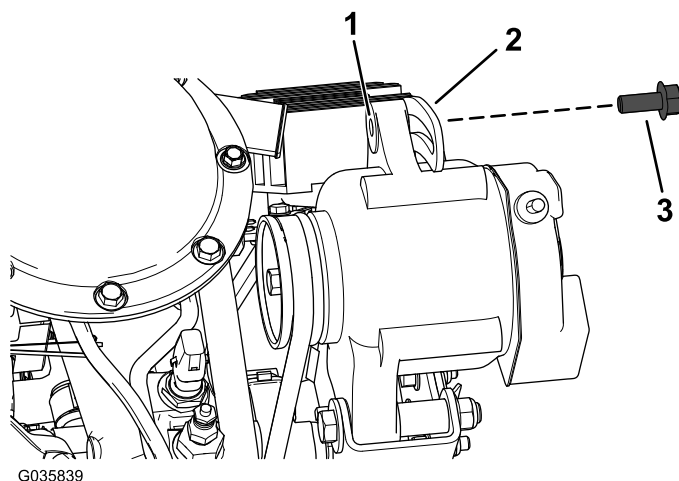

図 13
5. オルタネータブラケットのスロットとオルタネータの穴に、六角ヘッドフランジねじM8 x 20mmを仮止めする 図 13。